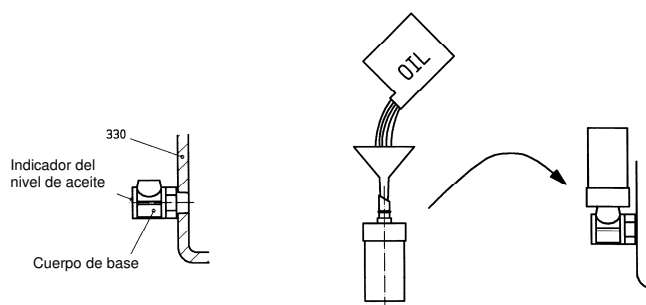

fig. 8
- Selle el cuerpo principal dentro del soporte del cojinete (330) con cinta de impermeabilización PTFE, en la conexión del lubricador con nivel constante (638). Apriete hasta que el borde roscado esté en posición vertical (fig. 8).
- Desmonte el tapón de llenado (637) situado en la parte superior del soporte de cojinete y vierta aceite por la abertura de conexión (GF1) hasta que el nivel de aceite alcance casi la mitad del indicador de nivel de aceite en el cuerpo principal.
- Llene en depósito con un embudo (fig. 8).
- Coloque el pulgar sobre la boca de descarga del depósito, inviértalo e inserte la boca en el borde roscado interno del cuerpo principal. Apriete el depósito (fig. 8).